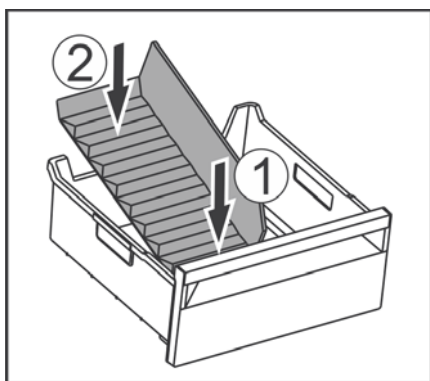

Fig. 60
- Сначала устанавливайте разделитель спереди Fig. 60 (1).
- Опустите заднюю часть Fig. 60 (2).